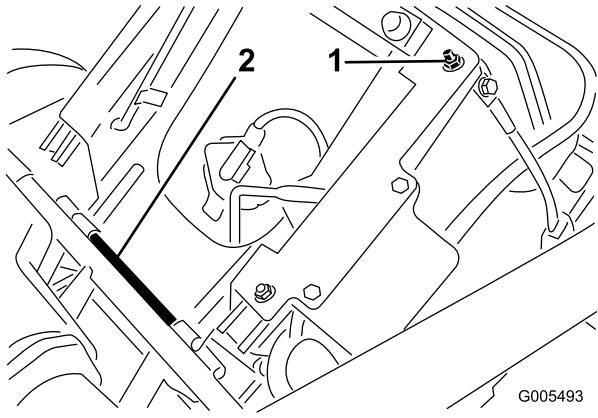

図 5
1. 座席の右後ろにある調整ネジについているロックナット（図 5）とブラケット（出荷用）を外して捨てる。図ではブラケットを省略している。
2. 座席は（出荷用の位置に）固定されているので、まず、ピボット・ロッドのコッター・ピンを抜いてピボット・ロッドを外す。座席を外す（図 5）。コッター・ピンは捨てる。